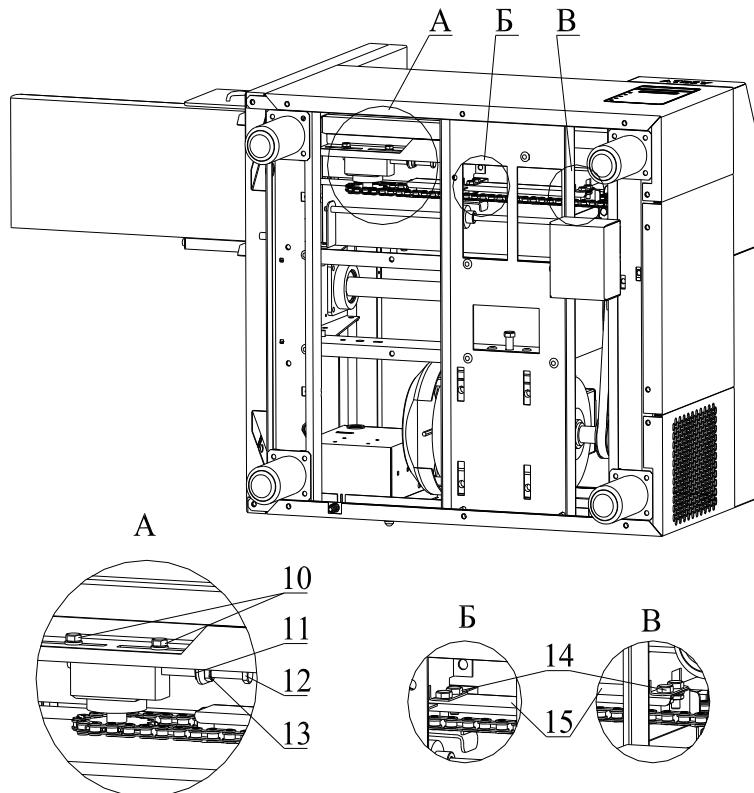

Рис.7
7.3. Натяжение цепи (рис.7)
7.4. Регулировка направляющей цепи (*рис.7*)